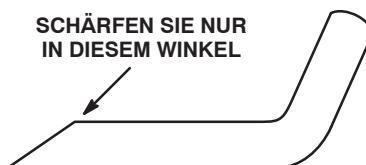

Bild 65
3. Untersuchen Sie die Schnittkanten aller Messer. Schärfen Sie die stumpfe oder gekerbte Schnittkanten. Schärfen Sie nur die Oberseite der Schnittkante, sodass Sie den Originalschnittwinkel beibehalten und so die Schärfe der Messer gewährleisten (Bild 65). Das Schnittmesser bleibt ausgewuchten, wenn Sie von beiden Schnittkanten die gleiche Materialmenge abnehmen.